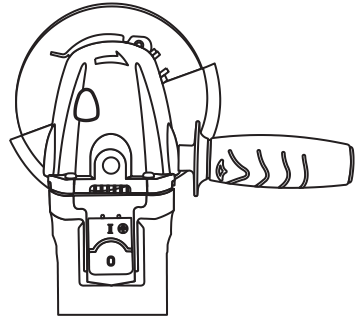

Fig. 6
- Instalar el mango auxiliar (1) por el tornillo (2) en sentido horario en la caja de cambios (3).
- El mango puede ser instalado en tres posiciones; lado izquierdo, lado derecho o en el medio de la herramienta (Fig. 6, 7 y 8).